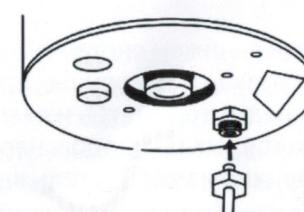

Рисунок 6.3
4. Возьмите другой конец воздушной трубы и плотно вставьте ее в трубное отверстие воздушного переключателя, расположенного в нижней части измельчителя. (См. рисунок 6.3)